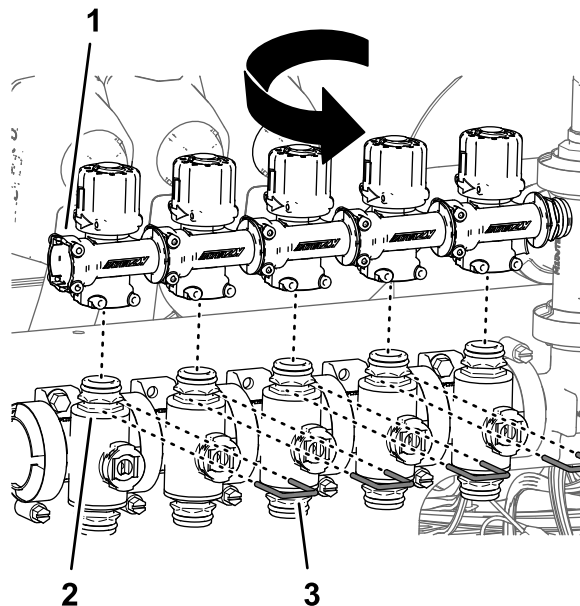

Figura 100
6. Gire las válvulas de desvío 180° y móntelas en los acoplamientos rápidos de las válvulas de sección (Figura 100).
7. Sujete las válvulas de desvío a las válvulas de sección con las horquillas de retención (Figura 100) que retiró en el paso 4.
9. Monte los tapones en los acoplamientos rápidos de las válvulas de desvío de las válvulas de boquilla 5 y 6 con las horquillas de retención suministradas con los tapones (Figura 100).